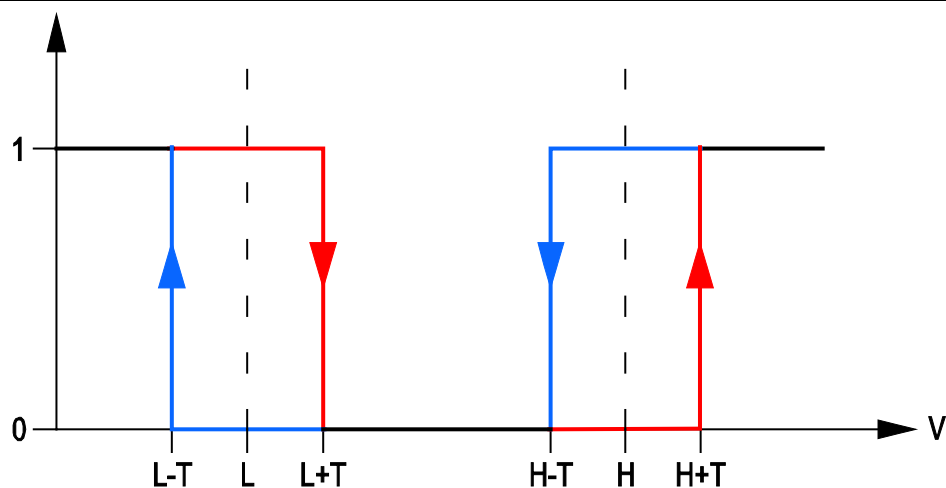

Fig. 10. Manier van werking van de analoge zone. 0 – geen activering. 1 – activering.
- Het voltage op de analoge zone moet onder de drempelwaarde L zakken (min tolerantie) of boven de drempelwaarde H komen (plus tolerantie) zodat de module het overschrijden van de ingestelde waarde kan registreren (zie Fig. 10).
- voltage op de analoge zone moet boven de drempelwaarde L komen (plus tolerantie) of beneden de drempelwaarde H komen (minus tolerantie) zodat de module een herstel van de zone kan registreren (zie Fig. 10).